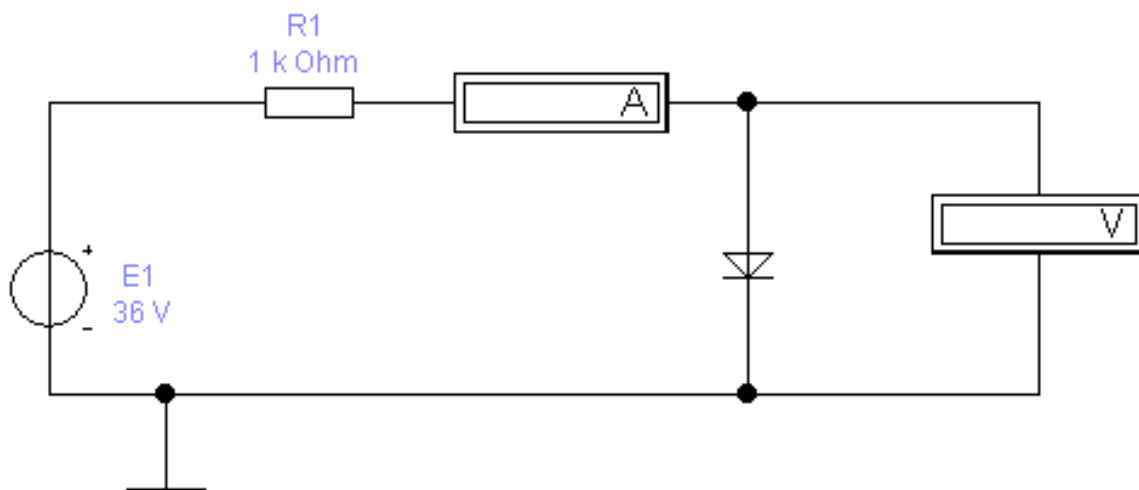

Рисунок 2.1 – Схема дослідження прямої гілки ВАХ діода
1. Скласти схему, зображену на рис. 2.1.